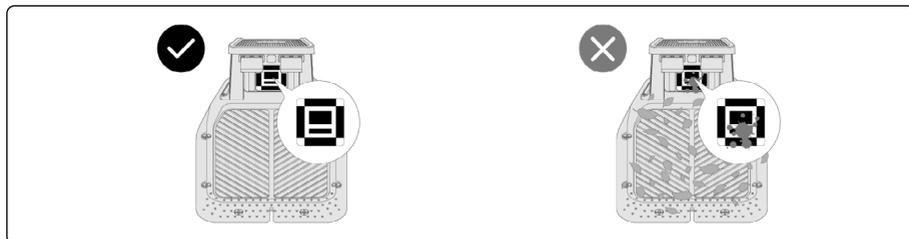

Рис. 10
- QR-код должен быть отчётливо виден. (Рис. 10)